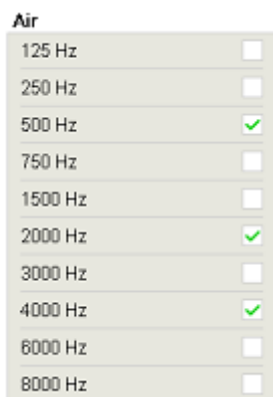

Рисунок 156
- **«Air»** («Воздух»): Выберите частоты, активные в ходе проведения исследования воздушной проводимости. Прибор обведет кругом активные частоты на экране обследований. Частота 1000 Гц неактивна для отмены выбора и исключена из списка. Выберите между: **125 Гц, 250 Гц, 500 Гц, 750 Гц, 1500 Гц, 2000 Гц, 3000 Гц, 4000 Гц, 6000 Гц и 8000 Гц** (Рисунок 156).